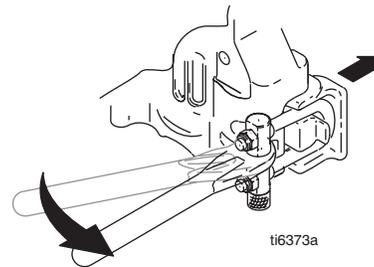

FIG. 18
7. FIG. 18. Sganciare lo sportello della pompa.